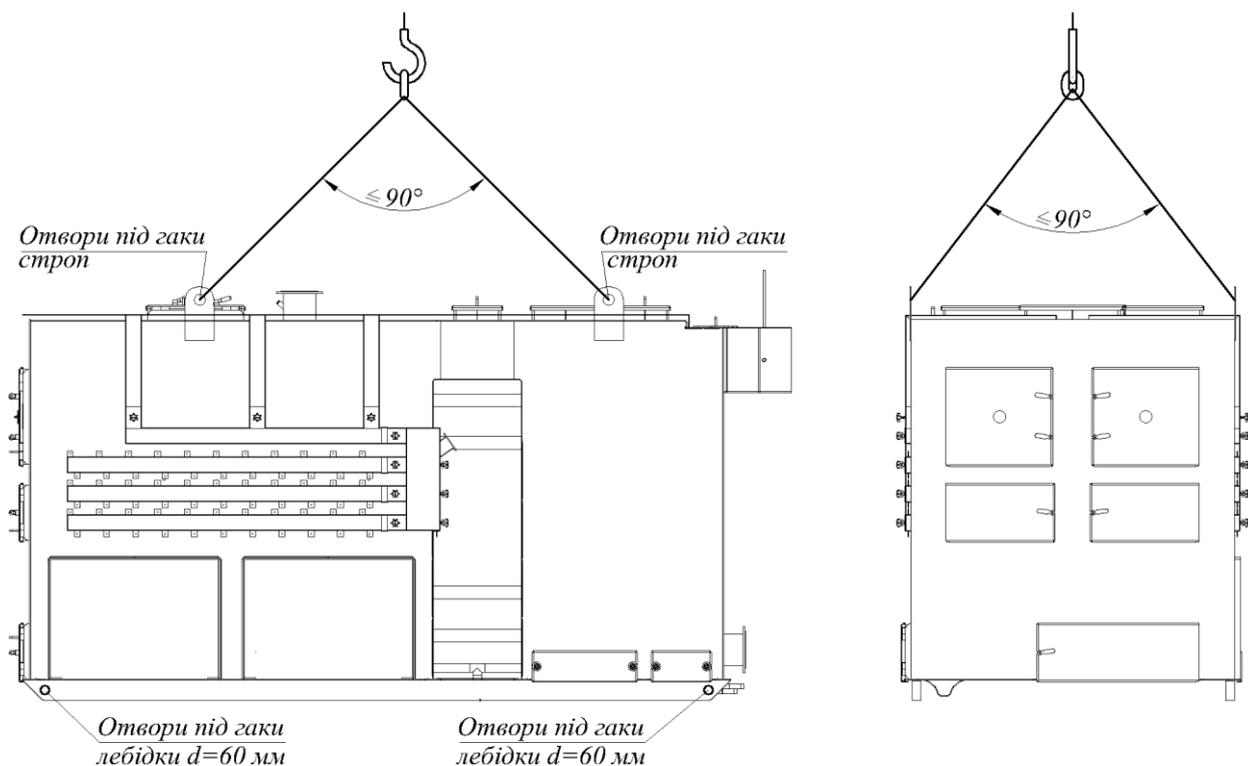

Рис. 7 Схема строповки котла
11.1.1 Установка котла и его составных узлов следует проводить с помощью стреловых кранов или лебедок. Их грузоподъемность должна быть большей за вес котла. Строповку (зацепление) котла следует выполнять только за места указанные на Рис. 7